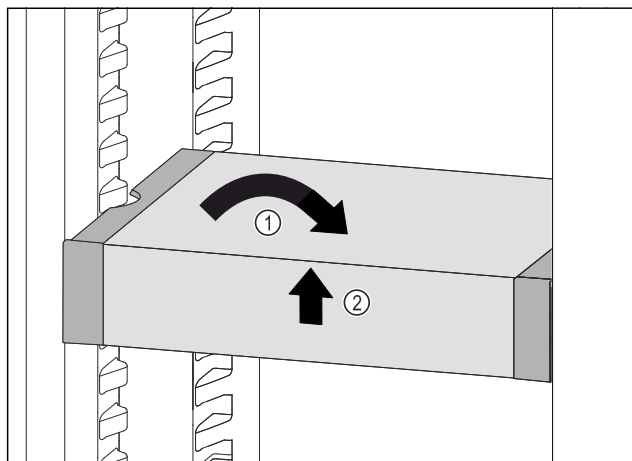

Fig. 158
- VarioSafe postavte rovně. Fig. 158 (1)
- VarioSafe vpředu zvedněte. Fig. 158 (2)